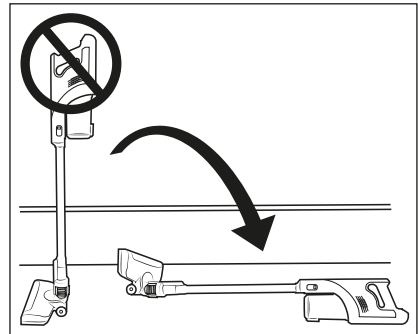

Abb. 9
- ▶ Versuchen Sie nicht den Staubsauger aufrecht hinzustellen, wenn Sie ihn zwischenzeitlich abstellen oder aus der Hand legen wollen. Setzen Sie den Staubsauger dafür in die Wandhalterung **13** oder legen Sie ihn auf den Boden (siehe Abb. 9 und 10). Der Staubsauger kann ansonsten aufgrund seines hohen Schwerpunkts umkippen und beschädigt werden und unter Umständen beim Umkippen weitere Gegenstände beschädigen.